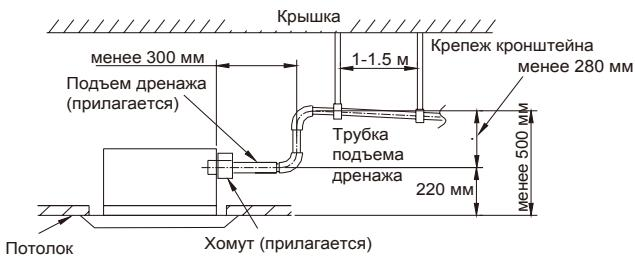

Рис.11
- (1) Устанавливайте трубы подъема дренажа на высоту не менее 280 мм (Рис. 11).
- (2) Устанавливайте трубы подъема дренажа под прямым углом к комнатному блоку и на расстоянии не более 300 мм от блока.
Уровень наклона прилагаемого дренажного шланга должен быть не более 75 мм, так чтобы к дренажному патрубку не прикладывалась дополнительной нагрузки (Рис. 11).